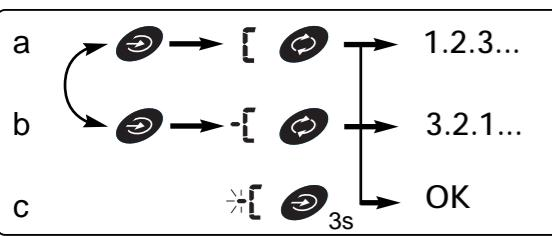

fig. 1
■ Front panel and value setup (fig. 1)
The frontal red LED (3, fig.1) flashes proportionally to the active imported energy consumption.
Wrong phase sequence indicator (4, fig 1), the hazard triangle is displayed in case of wrong phase sequence (L2-L1-L3, L1-L3-L2).
To enter the complete programming mode, press the key 2 for at least 3 sec. (fig 1). Entering the programming mode, all the measurements and control functions are inhibited. During this phase the flashing of the LED has not to be considered.
11 End : it allows exiting the programming mode by pressing the key 2 (see fig 1).
Vorderes Bedienfeld und Werteinstellungen (fig. 1)
Anzeige von falscher Phasenfolge (4, fig 1), das Gefahrendreieck wird bei falscher Phasenfolge angezeigt (L2-L1-L3, L1-L3-L2).
Um in den Programmiermodus zu gelangen, muss die Taste 2 für mindestens 3 Sek. gedrückt werden (siehe Abb.1). Im Programmiermodus werden alle Mess- und Kontrollfunktionen inaktiv. Diese Phase hat keinen Bezug zu dem Blinken der LED.
11 End : ermöglicht das Verlassen des Programmiermodus durch Drücken der Taste 2 (siehe Abb. 1).
Panneau frontal et configurations valeurs (fig. 1)
La LED rouge frontale (3, fig.1) clignote proportionnellement à l'énergie active mesurée.
Indicateur de séquence phase erronée (4, fig 1), le triangle de danger est affiché en cas de séquence de phase erronée (L2-L1-L3, L1-L3-L2).
Para entrar al modo de programación completo hay que pulsar la teda 2 al menos 3 seg. (ver fig. 1). En el modo de programación completa del instrumento, todas las medidas y las funciones de control están inhibidas. Durante esta fase el parpadeo del LED no debe ser considerado.
11 End: permite salir del modo de programación pulsando la teda 2 (ver fig. 1).